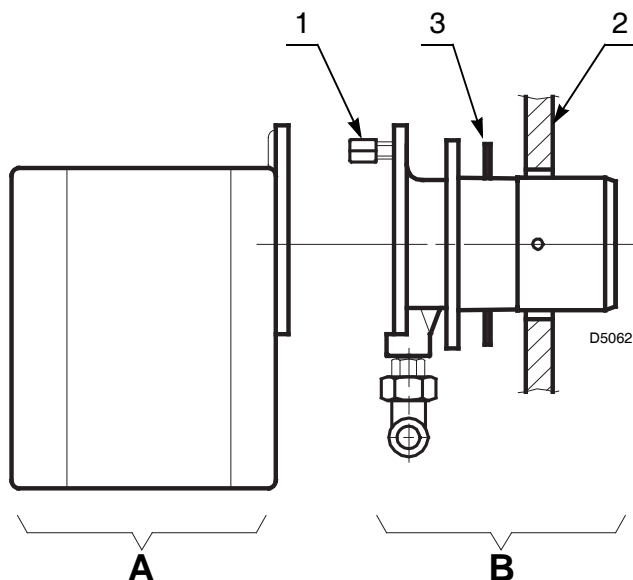

图 8
- 移开螺母1)及A)部分(图8)后,将燃烧头组件与燃烧器分离。
- 在B)部分(图8)安装上隔热垫3)后与锅炉挡板2)紧固连接。